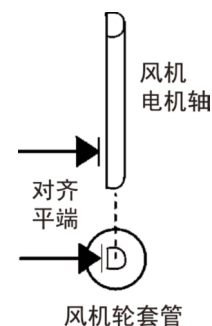

图 5-2. 对齐
11. 将风机轮安装到电机轴上，将两者的 D 形平端对齐。请参见图 5-2。用蝶形螺母固定风机轮。确保叶轮能够自由转动。